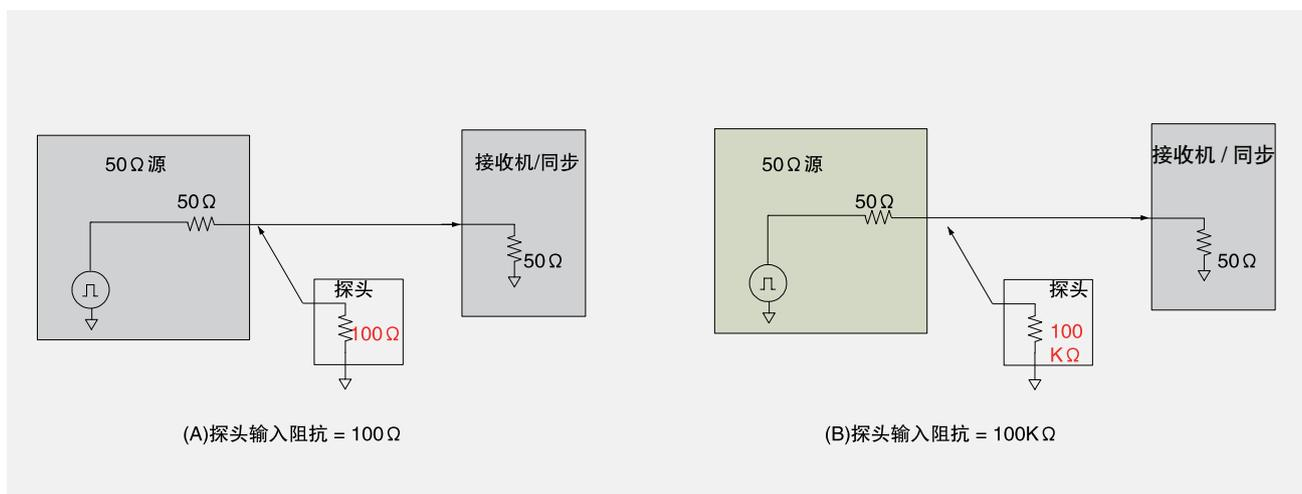

图 1. 探头负载取决于探头的输入阻抗及电路对这种阻抗的灵敏度。
在探头连接到电路上时，必需了解探头对电路行为的影响。探头负载程度取决于两个因素：探头的输入阻抗和电路对这种阻抗的灵敏度。图 1 显示了连接两只探头的实例，一只拥有低输入阻抗，另一只到电路产生高输入阻抗，电路的源阻抗为 50 Ω，以 50 Ω 端接在系统接收机 (RX) 部分。